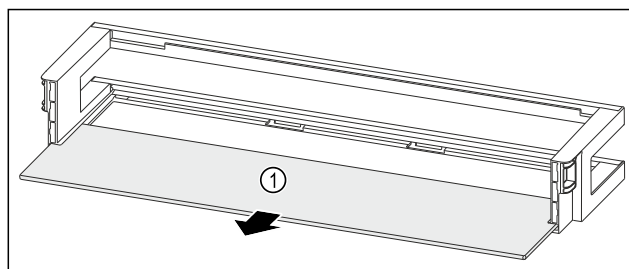

Fig. 116 Estantes en la contrapuerta con estante
- ▶ Retire el estante Fig. 116 (1).